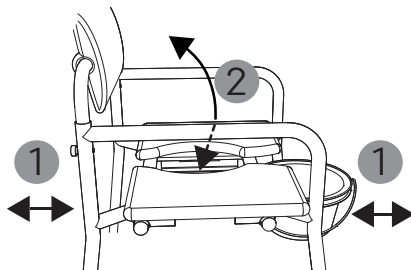

fig. 21
1. Poussez le seau hygiénique sans couvercle sur le rail de guidage depuis l'arrière / l'avant sous l'assise, de sorte qu'il soit placé entre les tubes enfichables (1, fig. 21)
2. Retirez le cache de la lunette hygiénique (2, figure 21).
1. Pour vider le seau, tirez-le délicatement de l'arrière / l'avant (1, fig. 21).
1. Pour prendre une douche, utilisez le produit sans le seau hygiénique. Si nécessaire, tirez-le avec précaution de l'arrière / l'avant (1, fig. 21).
2. Vous pouvez placer ou retirer le cache de la lunette hygiénique de la surface d'assise, si nécessaire. (2, fig. 21)